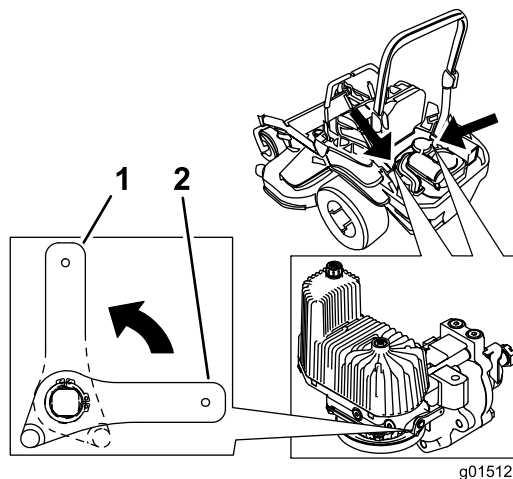

Figura 40
3. Ruotate verticalmente le leve delle valvole di rilascio per spingere la macchina (Figura 40).
5. Ruotate orizzontalmente le leve delle valvole di rilascio per guidare le macchine (Figura 40).